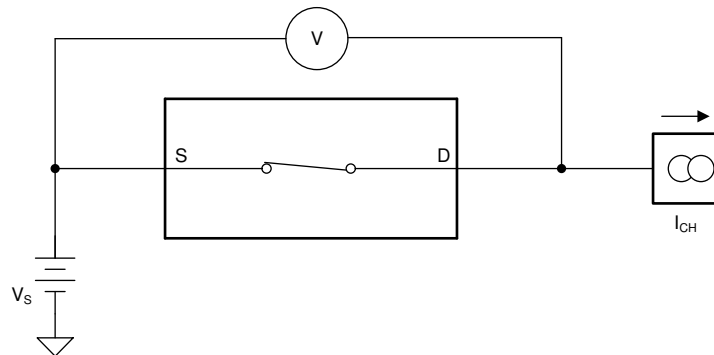

図 8-1. オン抵抗測定時の構成
TMUX6111, TMUX6112, and TMUX6113 のオン抵抗は、デバイスのソース ピン (Sx) とドレイン ピン (Dx) の間の抵抗値 (Ω) です。オン抵抗は、入力電圧と電源電圧によって変化します。オン抵抗は、記号 R_{ON} を使用して示されます。 R_{ON} の測定時に使用する構成を 図 8-1 示します。この設定を使用して電圧 (V) と電流 (I_{CH}) を測定し、 R_{ON} は、式 1 に示すとおり計算します：